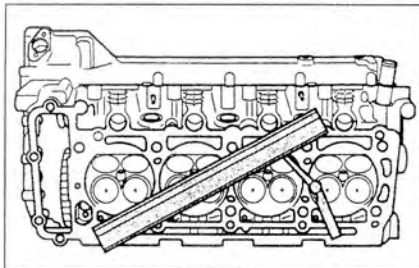

Рис. 2.42. Проверка деформации головки блока цилиндров.
36. Проверьте деформацию головки блока цилиндров (рис. 2.42).